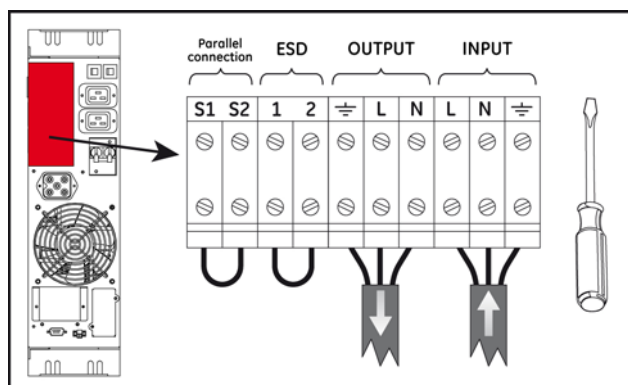

Abb. 3.3.6.c
5. Bringen Sie die Terminalabdeckung wieder an (Abb. 3.3.6.d).